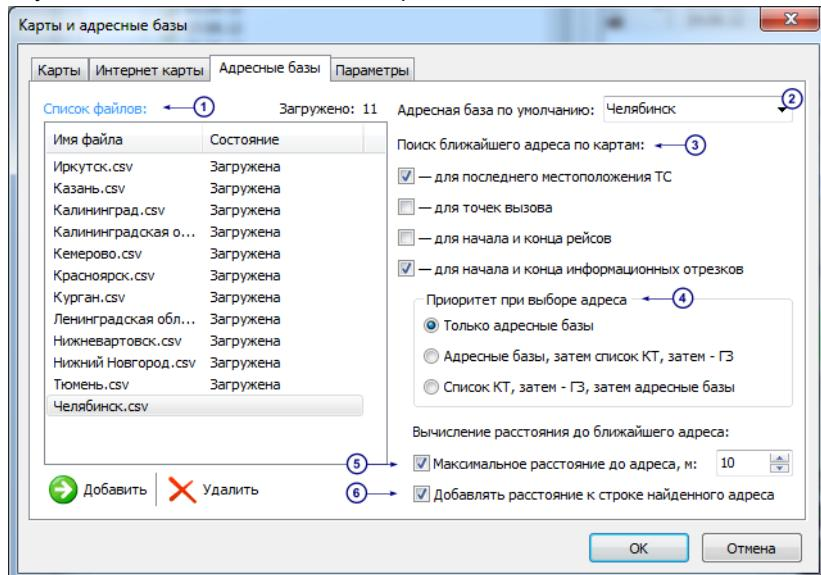

Рис.29 – Адресные базы.
- В строке **Поиск ближайшего адреса по картам** (рис.29,п.3) выберите точки, адреса которых будут определяться по адресным базам.
- Установите **Приоритет при выборе адреса** (рис.29,п.4).
- Укажите **Максимальное расстояние до адреса** (рис.29,п.5), в метрах. Поиск ближайшего адреса будет осуществляться в радиусе равном максимальному расстоянию до адреса.
- Выберите **Добавлять расстояние к строке найденного адреса** (рис.29,п.6) для того чтобы вычислять и показывать расстояние от информационной точки до найденного ближайшего адреса.
- В появившемся окне выберите файл базы данных и нажмите кнопку **Ok**. Файл появится в списке (рис.29,п.1).
- Выберите **Адресную базу по умолчанию** (рис.29,п.2). При каждом запуске диспетчерской программы по умолчанию будет открываться эта база.
- База** – открытая в программе база. В выпадающем списке вы можете выбрать нужную базу данных. При открытии диспетчерской программы автоматически открывается база, выбранная в настройках по умолчанию (рис.29,п.2).